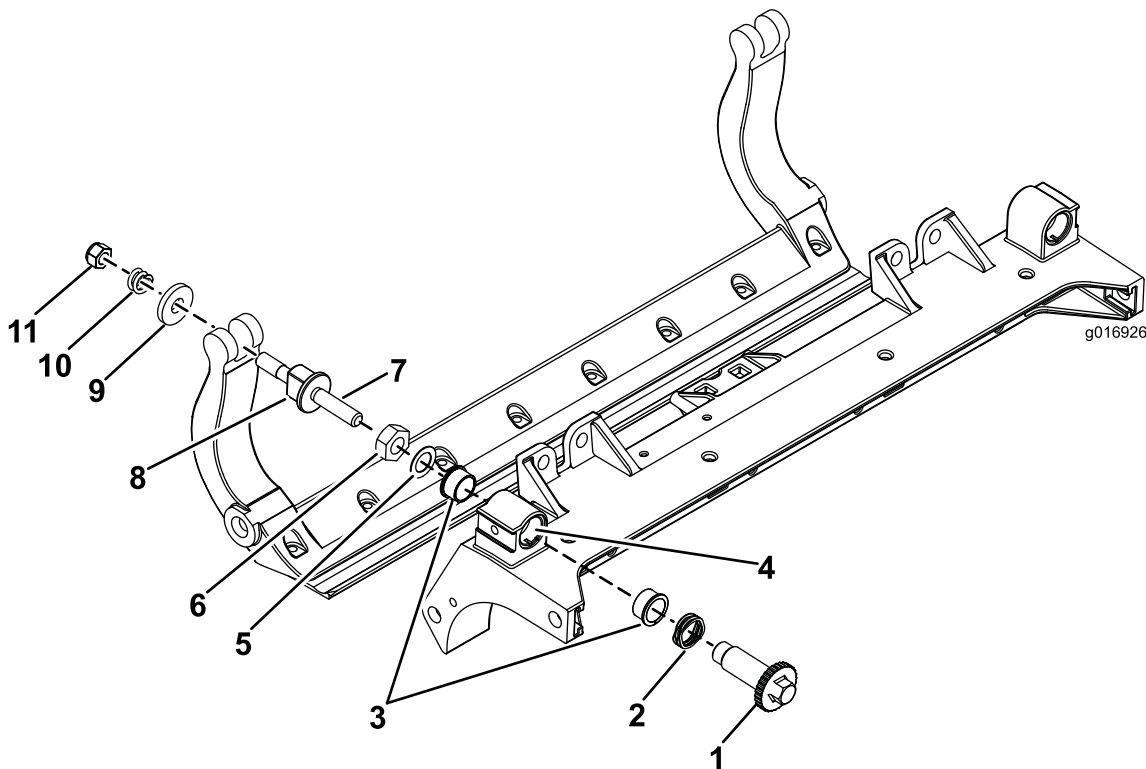

图 34
- 1. 拆除所有零件请参阅 HD DPA 套件 安装说明和 图 34。
- 2. 将防粘剂涂抹到滚刀组中心机架图 34的轴套区内侧。
- 3. 将凸缘轴套上的键与机架的槽对准然后安装轴套图 34。
- 4. 将一个波形垫圈安装到调节器轴上然后将调节器轴滑入滚刀组机架中的凸缘轴套内图 34。
- 5. 使用扁平垫圈和锁紧螺母固定调节器轴图 34。
- 12. 在两个尼龙垫圈的外侧各放一个钢垫圈图 34。
注意 内侧的垫圈可能有空隙图 34。
- 15. 旋紧每个底刀架调节器总成上的螺母直到加压弹簧完全压缩然后往回松开 ½ 圈图 34。